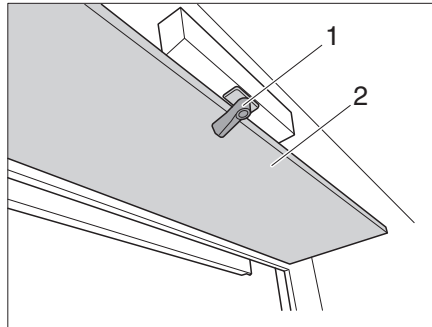

Bild 147 Lucka för vev
- Lossa spärren (Bild 147,1) och fäll ner luckan (Bild 147,2).